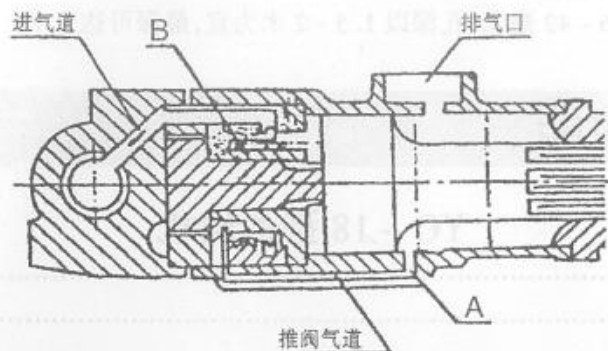

图 1 凿岩机冲击行程气路图
1、冲击行程如图 1，压缩空气从进气管进入操纵阀，通过气路到达气缸左室，推动活塞运动。活塞顶面通过孔口 A 时，一部分压缩空气经气路到达阀的背面空间，推阀至右端，这时停止向气缸左室供气，开始向气缸右室供气。阀向右移动时，空间 B 的空气经气道逸出。活塞顶面通过排气口时，气缸的左室与大气相通，气压接近大气压，活塞由惯性压缩气缸右室气垫，直至冲击钎尾。